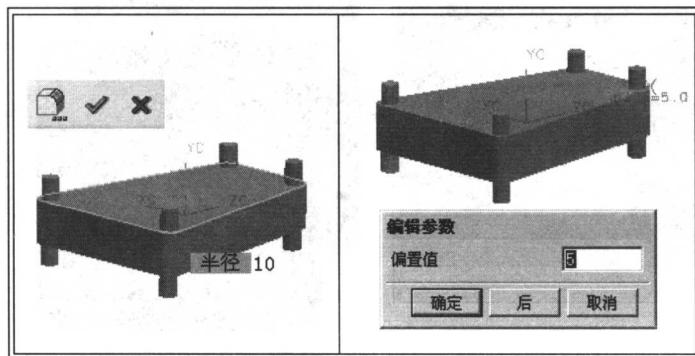

图 1-9 特征编辑
- (1) 具预览的屏幕拖拉功能，不需再臆测操作的结果。
- (2) 大部分共享的操作功能，可不需对话框即可完成。
- (3) 特征编辑与建立方式相同，如图 1-9 所示。